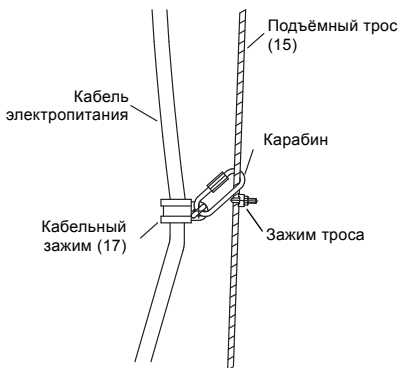

Рис. 13 Крепление кабеля электропитания к подъемному тросу
17. С помощью кабельного зажима прикрепить кабель электропитания к подъемному тросу приблизительно на 0,8 м. выше мешалки. Это предотвратит падение кабеля и его попадание в пропеллер во время работы. С помощью карабина закрепить кабельный зажим на подъемном тросе выше зажима троса. См. рис. 13. Прикрепить кабель электропитания к подъемному тросу с помощью кабельных зажимов, установленных через каждый метр.